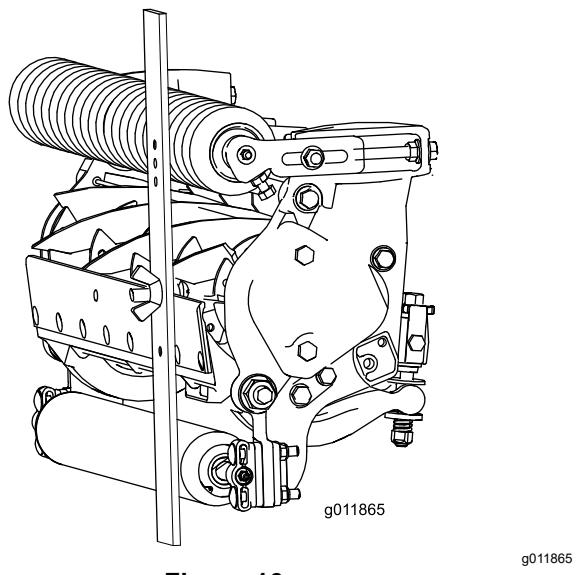

Figure 16
- Accrochez la tête de la vis sur le bord tranchant de la contre-lame et appuyez l'arrière du gabarit contre le rouleau arrière (Figure 16).
- Tournez la vis de réglage jusqu'à ce que le rouleau avant touche le gabarit (Figure 16). Réglez les deux extrémités du rouleau jusqu'à ce que celui-ci soit parfaitement parallèle à la contre-lame.